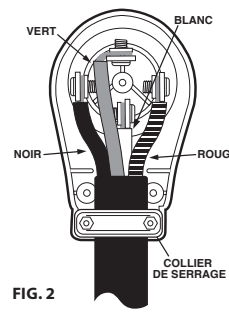

FIG. 2
5. S'assurer que les fils n'obstruent pas les orifices des vis ou d'autres surfaces de contact (Fig. 2), et replacer le couvercle en le fixant avec les trois vis prévues à cette fin.